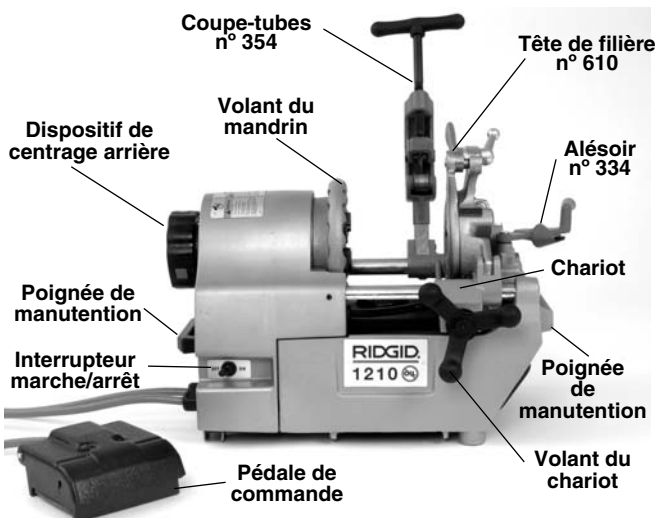

Figure 1A – Fileteuse n° 1210
1. Assurez-vous que la fileteuse est débranchée et que son interrupteur ON/OFF (marche/arrêt) se trouve en position OFF (Figure 1A).
4. Assurez-vous que la pédale de commande est raccordée à la fileteuse et qu'elle et son cordon sont en bon état de fonctionnement (Figure 1A). Appuyez sur la pédale pour vous assurer qu'elle s'enfonce et revient complètement sans s'accrocher.